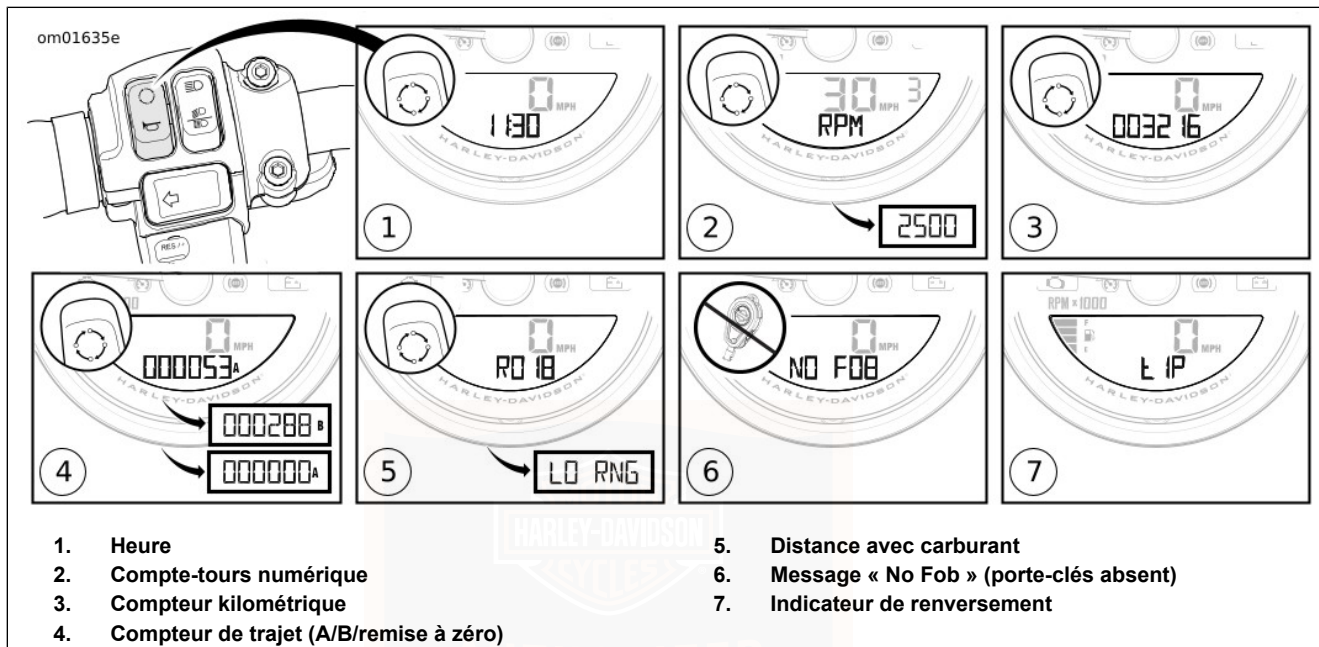

Figure 15. Fonctions du compteur kilométrique
Voir Figure 15. Le compteur kilométrique indique le kilométrage total accumulé de la moto.
Voir Figure 15. Les deux compteurs de trajet (A et B) (4) affichent le kilométrage total accumulé depuis leur dernière
Voir Figure 15. Enfoncer et relâcher le bouton du compteur de trajet jusqu'à ce que l'heure (1) soit affichée dans la fenêtre du compteur kilométrique. Pour changer les réglages de l'heure, voir COMMANDES ET INDICATEURS > RÉGLAGE DE L'HEURE (Page 57).
Voir Figure 15. Enfoncer et relâcher le bouton du compteur de trajet plusieurs fois jusqu'à ce que le compte-tours numérique soit affiché. La fenêtre du compteur kilométrique affiche rapidement un message « RPM » (tr/min) (2), puis affiche le régime du moteur (3).
Voir Figure 15. L'affichage de la distance avec carburant (5) indique le kilométrage approximatif pouvant être parcouru
Voir Figure 15. Si la moto est utilisée sans le porte-clés, « NO FOB » (Porte-clés absent) (6) s'affiche sur la fenêtre du compteur kilométrique pendant 10 secondes après que la moto a commencé à se déplacer. Sans le porte-clés, la moto peut uniquement être démarrée avec l'entrée manuelle d'un numéro d'identification personnel (PIN) pour désactiver le système de sécurité. Voir SYSTÈME DE SÉCURITÉ > ACTIVER/DÉSACTIVER (Page 83).
Voir Figure 15. Si la moto est renversée, le mot « tIP » (7) s'affiche dans la fenêtre du compteur kilométrique. Le moteur ne démarre pas tant que la condition de renversement n'a pas été réinitialisée.